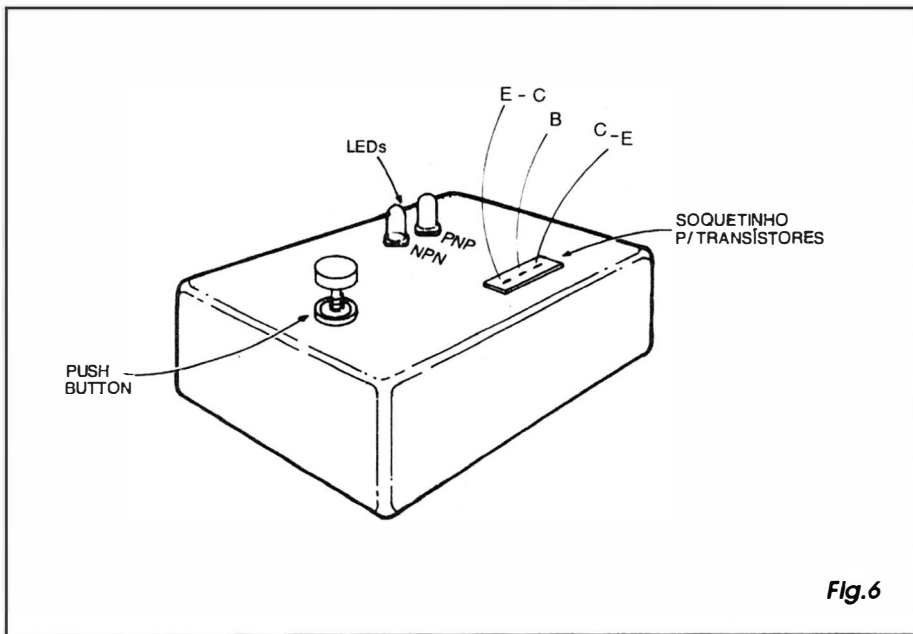

Fig.6
- FIG. 6 - ENCAIXANDO O IRT... - A figura dá uma sugestão que nos parece bastante prática e funcional para o acabamento/*encaixamento* do circuito do **IRT**, privilegiando a compactação e a portabilidade do conjunto... Não esquecer de corretamente identificar e demarcar os LEDs **vermelho** e **verde**, respectivamente com as legendas **PNP** e **NPN**... Quanto ao soquetinho de teste, se não for possível encontrar o recomendado, em linha (e com contatos capazes de bem aceitar a inserção de terminais de transistores de pequena, média e grande potência...), é possível recorrer a uma solução alternativa, usando-se três pequenas garras *jacaré* isoladas (de preferência em cores diferentes...), ligadas interiormente à caixa, à plaquinha do circuito, por três pedacinhos de cabo isolado flexível, e devidamente identificadas pelas siglas **C-E**, **B** e **E-C**, *nos conformes* das indicações já dadas nas figuras anteriores... Principalmente se o caro leitor/hobbysta tiver optado pela alimentação com bateriazinha de 9V, o conjunto poderá ficar bastante pequeno, a ponto de ser levado no bolso da camisa, com todo o conforto (resultará igual ou menor às dimensões de um maço de cigarros...!), favorecendo a sua utilização *in loco* pelos *ratos de sucata*... Obviamente que, dependendo do seu gosto estético, e também da eventual utilização majoritária (pode ser que o caro leitor pretenda usar o **IRT** apenas em bancada...), o hobbysta poderá dar um toque pessoal ao *jeitão* sugerido, sem nenhum prejuízo para o funcionamento do aparelho... Entretanto, somos fiéis adeptos do axioma "*simples é melhor*", e assim recomendamos adotar o *design* sugerido na ilustração...